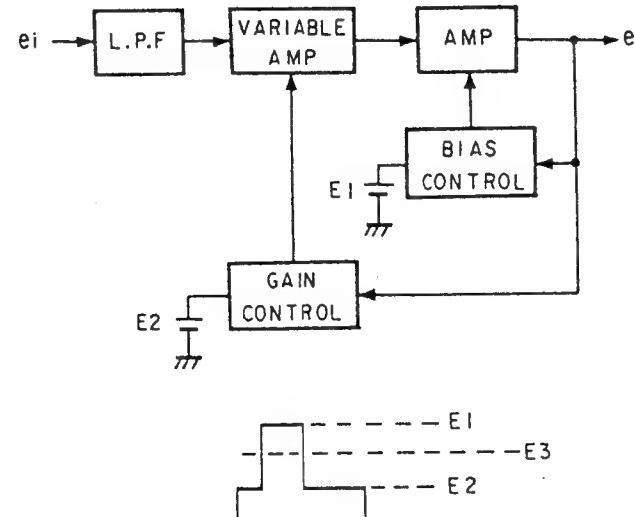

図2
L.P.F (Q701), 可変増幅器 (Q702～Q705) AMP (Q706, Q707), バイアスコントロール回路 (Q708～Q710), ゲインコントロール回路 (Q711, Q712) より構成されています。図2のeo (Q707のコレクタ) には、反転した COMPOSITE VIDEO (SYNC) 信号が output されます。バイアスコントロール回路は、eo の最大値と E1 (Q708のベース電圧) を比較し、一致するように AMP のバイアスをコントロールします。また、ゲインコントロール回路は、eo のペデスタル電圧と E2 (Q711のベース電圧) を比較し一致するように可変増幅器のゲインをコントロールします。